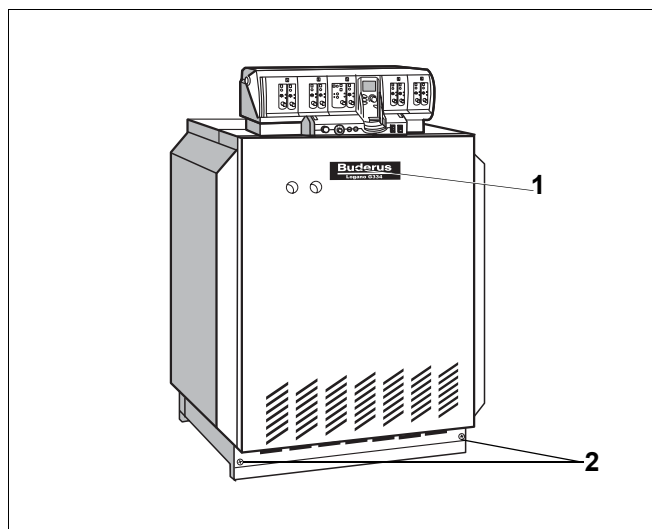

Рис. 37 Установка передней стенки
- Подвесьте переднюю стенку сверху, прижмите и закрепите винтами (рис. 37, поз. 2).
- Нанесите фирменную табличку (рис. 37, поз. 1) на переднюю стенку.